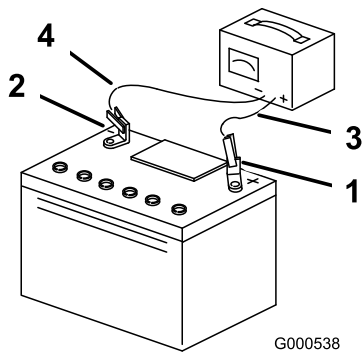

Figure 45
5. Quand la batterie est chargée au maximum, débranchez le chargeur de la prise, puis débranchez les fils du chargeur des bornes de la batterie (Figure 45).